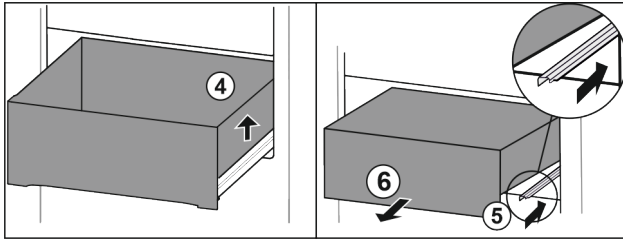

Fig. 24
- ▶ Levante el cajón por la derecha. Fig. 24 (4)
- ▶ Retraiga la guía derecha. Fig. 24 (5)
- ▶ Extraiga el cajón hacia delante. Fig. 24 (6)